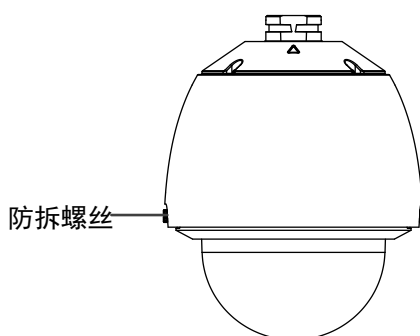

图2-17 智能球拆开主要部件图
1. 打开智能球包装盒，取出智能球，拧松透明罩两端螺丝，沿缺口处用力向下拉即可打开透明罩，如图 2-17 所示。